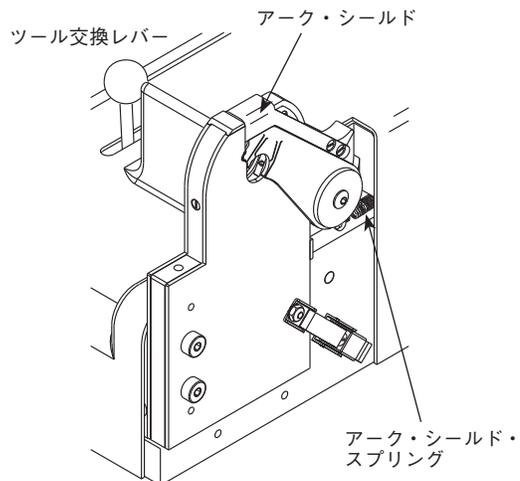

図 30 : アーク・シールド・スプリングを可動型プレート・アセンブリーから取り外す
1. アーク・シールド・アセンブリーを固定しているアーク・シールド・スプリングを外します。図 30 をご参照ください。